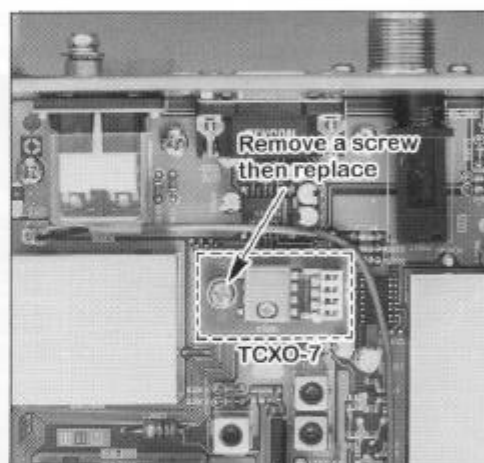

Figura 4
3. Riferirsi alla figura 4 e rimuovete l'oscillatore standard "REF Osc UNIT" per sostituirlo con il TCXO-7.